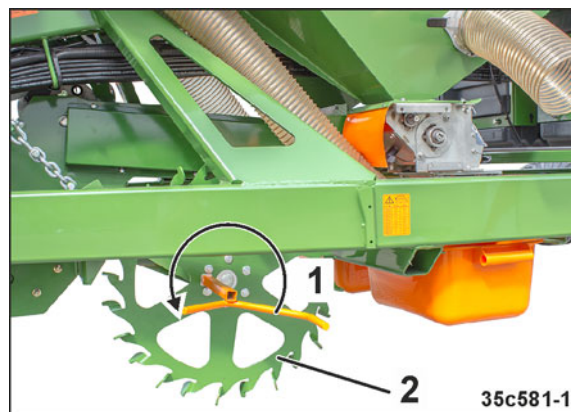

Fig. 267
- 4.1 Drej sporehjulet (Fig. 267/2) til venstre med kalibreringshåndsvinget (Fig. 267/1).